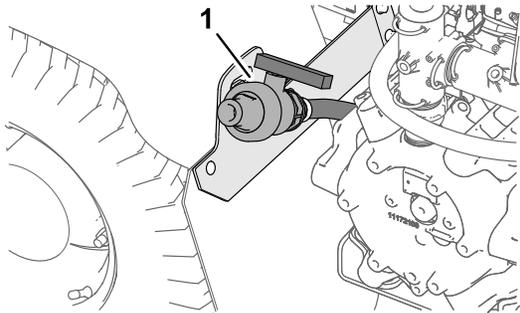

Figura 44
- Localize a válvula de escoamento do depósito no guarda-lamas traseiro esquerdo da máquina (Figura 44).